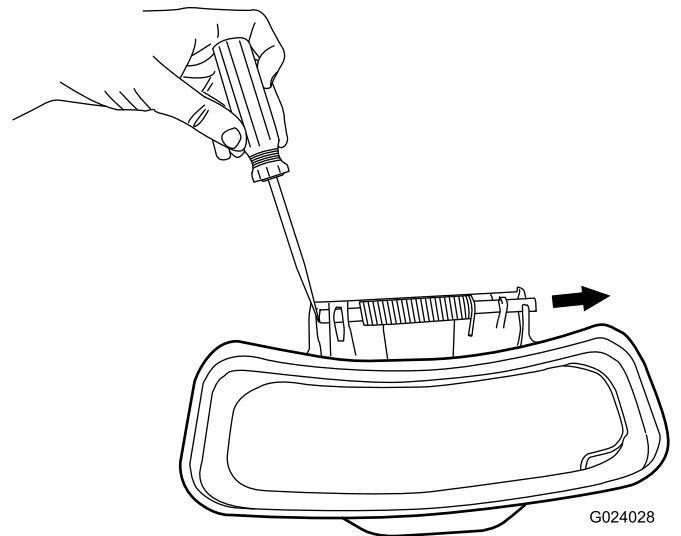

Figura 8
2. Haciendo palanca con un destornillador grande de punta plana, extraiga la varilla del muelle de la puerta de descarga lateral hasta que el otro extremo de la varilla sobresalga del orificio del extremo de la bisagra de la puerta (Figura 8).